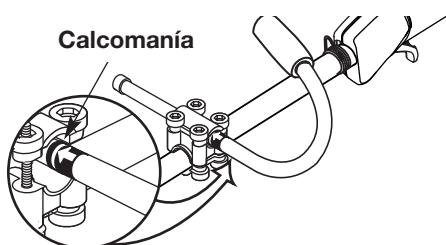

Fig. 2
- Mientras sostiene las tres piezas juntas, instale los cuatro (4) tornillos a través de la abrazadera superior en la abrazadera media.
- Deslice la manija en J hacia dentro o hacia fuera hasta que la flecha o línea blanca de la calcomanía toque el ensamblaje de abrazaderas (Fig. 2).